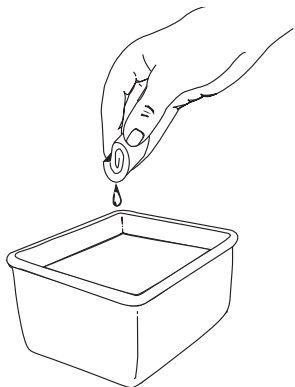

Fig. 45
3. Lavez le filtre dans un mélange d'eau et de détergent (Fig. 45). Rincez le filtre abondamment et laissez-le sécher.